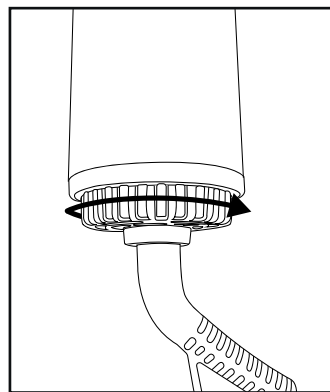
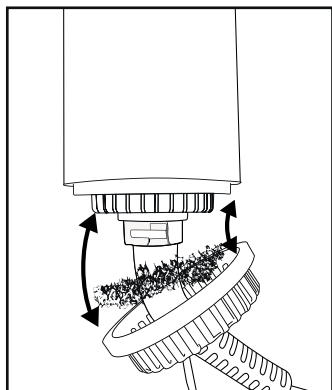

Abb. 3
Abb. 4
- Reinigen Sie in regelmäßigen Abständen den Filter hinter dem Luftansauggitter **4**, spätestens, wenn Verschmutzungen zu sehen sind. Nehmen Sie dafür das Luftansauggitter **4** ab (siehe Abb. 3 und 4), indem Sie es drehen, bis es nicht mehr weiter geht und dann nach unten ziehen (ggf. gleichzeitig leicht hin- und her drehen). Entfernen Sie Fusseln und Verunreinigungen am Filter vorsichtig mit den Fingern und ggf. einer weichen Bürste. Drücken Sie den Filter wieder in den Korb des Luftansauggitters **4**, damit Sie anschließend das Luftansauggitter **4** wieder aufstecken können. Schieben Sie das Luftansauggitter **4** auf die Aufnahme am Gerät und drehen es fest. Beachten Sie dabei die zwei kleinen Aussparungen am Sockel des Netzkabels **6** (siehe Abb. 4), in welche die passenden Gegenstücke an der Innenseite der Öffnung im Luftansauggitter **4** hineingeschoben werden müssen.